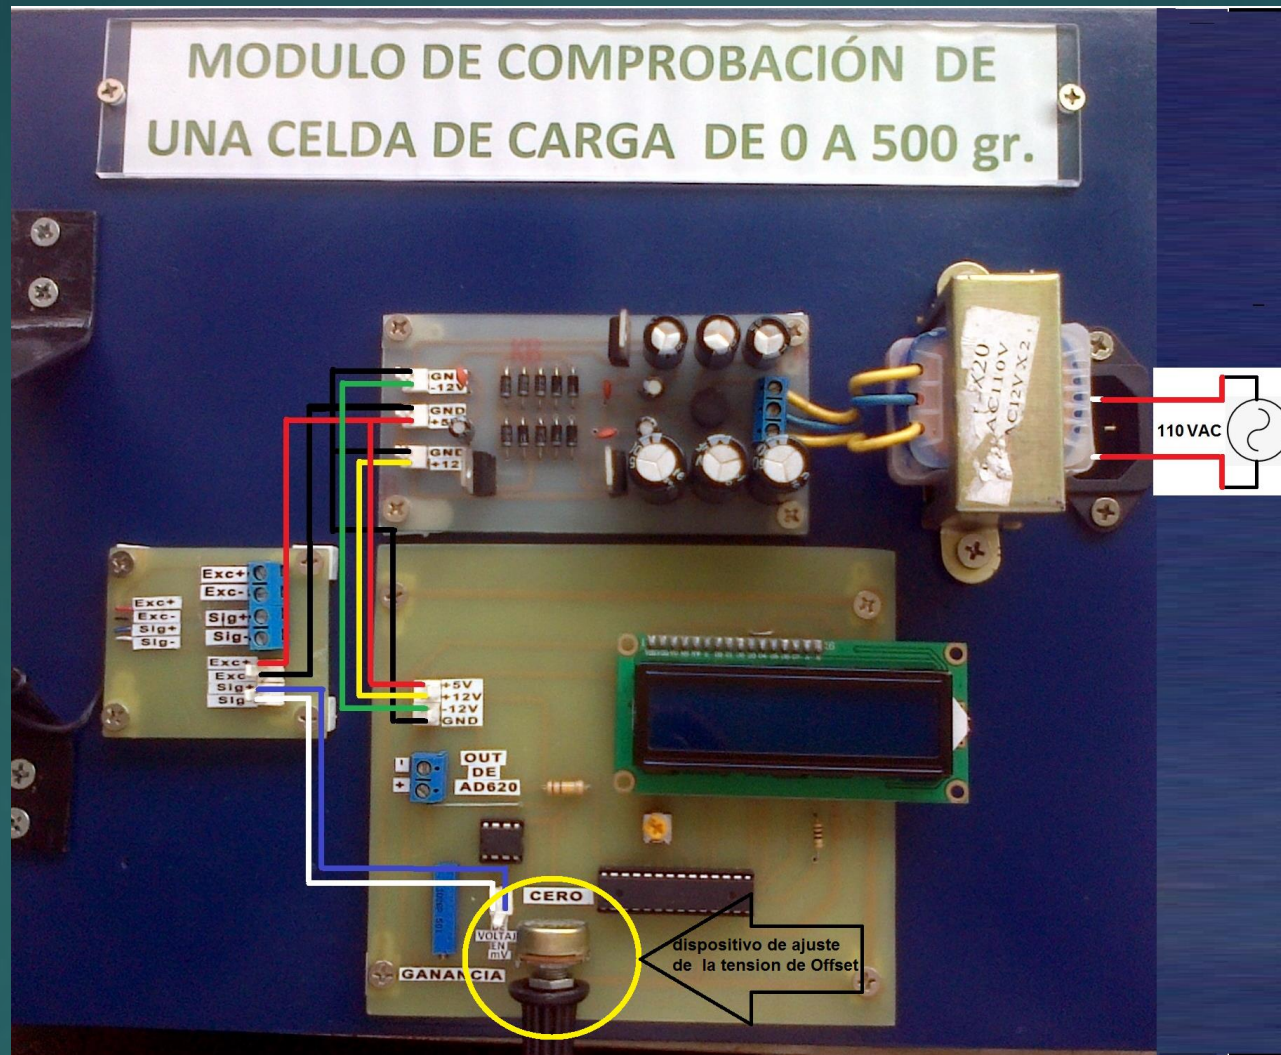

Figura 4. Ubicación del Potenciómetro para regular la tensión offset del amplificador de instrumentación.
- ▶ Esta prueba consiste en colocar las pesas (figura 3) conocidos sobre el eje de carga (figura 4), para luego medir la respuesta del voltaje a la salida en las terminales de la celda de carga. Con estos datos se puede determinar el funcionamiento de la celda de carga en la tabla 1.
- Figura 4. Correcta forma de colocar las pesas sobre el eje de carga para la medición del peso.
- ▶ Idealmente, en condiciones iniciales, y sin que ejercer ninguna fuerza sobre la celda de carga, la tensión de salida debería ser 0. Esto no se produce en la realidad debido al ruido propio que amplifica y a la temperatura ambiente del AD620, por eso será necesario un ajuste inicial del cero mediante un potenciómetro que se lo debe variar hasta establecer el cero (0) esta situado tal y como indica la (figura 4)